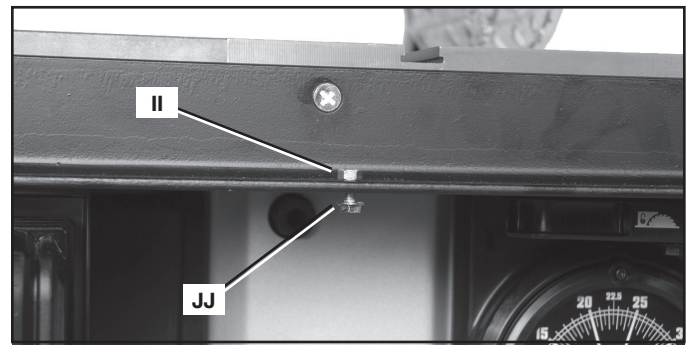
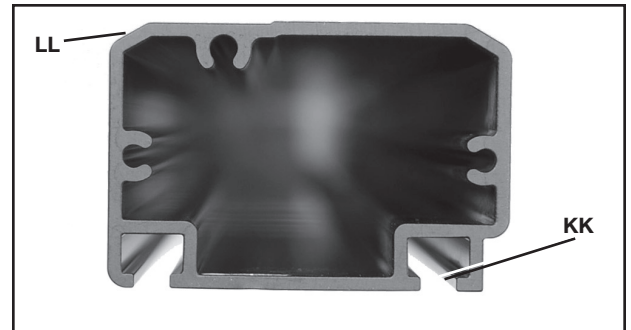
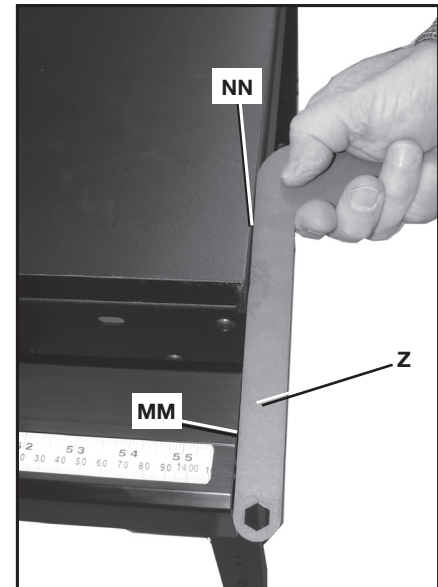
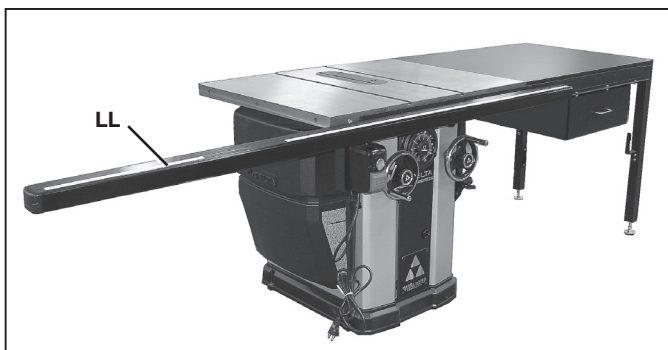

FIG. 15
FIG. 16B
FIG. 18
FIG. 17
1. Insérer une vis à tête hexagonale de 1/4-20 x 16 mm (5/8 po) (II) vers le bas dans un trou de la barre de guidage avant et visser de quelques tours un écrou à embase cannelés de 1/4-20 (JJ), comme l'illustre la fig. 15.
4. Glisser le trou du tube du guide (KK) fig. 16B sur le premier vis à tête hexagonale du côté gauche (comme l'illustre la fig. 17). S'assurer que le ruban à mesurer (LL) fig. 16B ou fig. 17 se trouve à l'avant de la scie avant de commencer. En progressant vers le bas, glisser le tube du guide autour de chacun des sept vis à tête hexagonale (II) fig. 15 jusqu'à ce que le bord métallique (MM) fig. 18 à l'extrémité droite du tube du guide (PAS LA PAC EN PLASTIQUE) soit en affleurement avec l'extrémité droite (NN) de la rallonge de table. Utiliser le gabarit inclus (Z) pour assurer que le bord droit du guide soit bien en affleurement avec la partie en bois de la table, comme l'illustre la fig. 18.
5. Serrer à fond toutes les écrous à embase cannelés de 1/4-20 (JJ) fig. 15 pour fixer le tube du guide à la barre de guidage.
**REMARQUE :** si le pointeur ne peut pas être mis à zéro, desserrer les écrous cannelés (JJ) fig. 15 sous le tube du guide et ajuster le tube du guide en fonction du besoin. Resserrer les écrous (JJ).